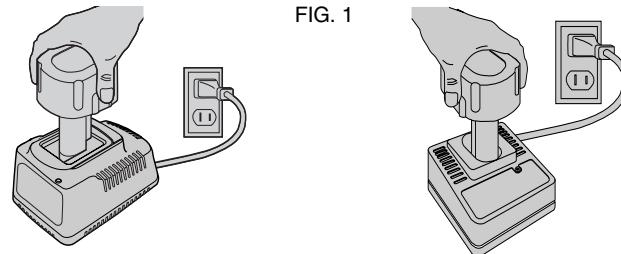

FIG. 1
1. Brancher le chargeur à une prise de courant appropriée (Fig. 1).